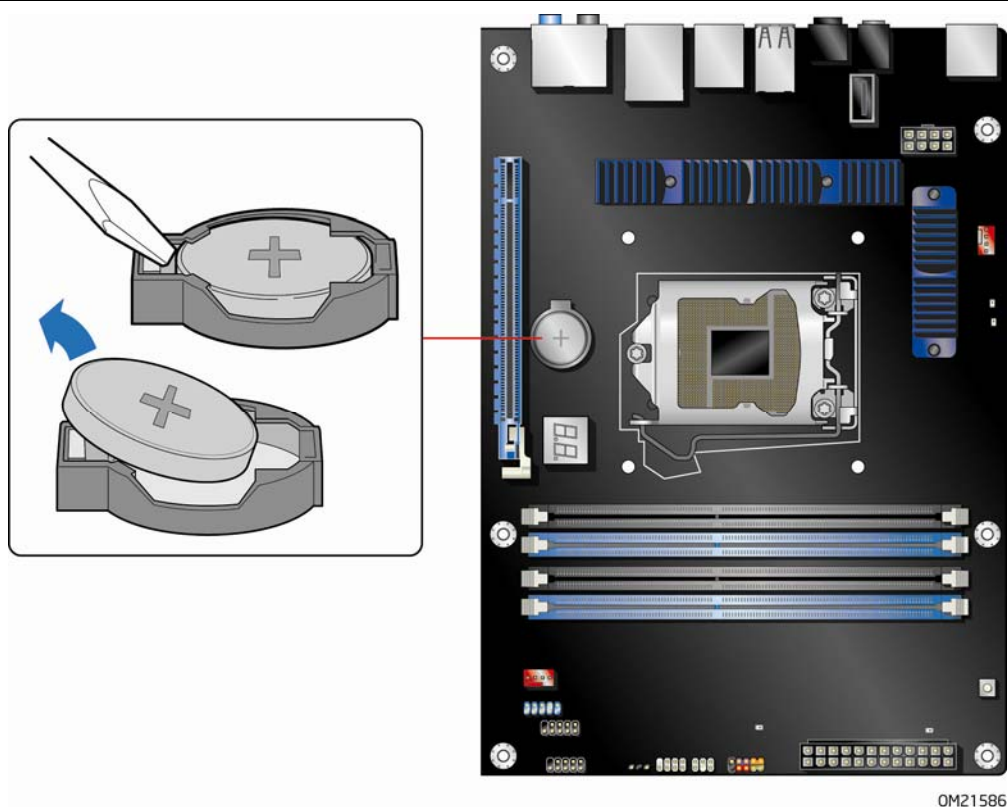

图 33. 拆卸电池
当电压低于某一特定值时，CMOS RAM 中存储的 BIOS Setup（设置）程序的设置值（如日期和时间等）可能会不准确。更换电池时，应使用同类型的新电池。第 66 页图 33 显示了该电池的位置。
4. 找到台式机主板上的电池（参见图 33）。